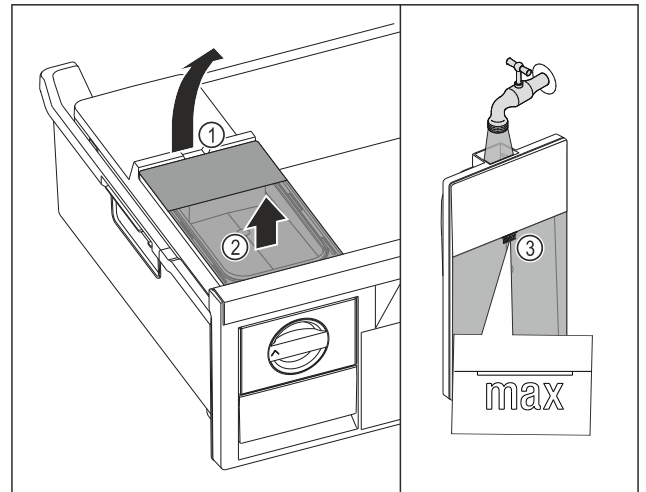

Fig. 72
- ▶ Watertank aan de uitsparing Fig. 72 (1) optillen.
- ▶ Watertank naar boven toe verwijderen. Fig. 72 (2)
- ▶ Watertank tot de markering Fig. 72 (3) vullen met drinkwater.